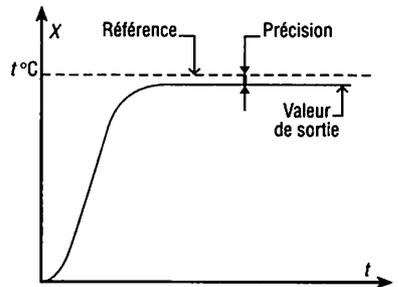

Fig. 11 : Précision en statique.
a) La précision statique (fig. 11)